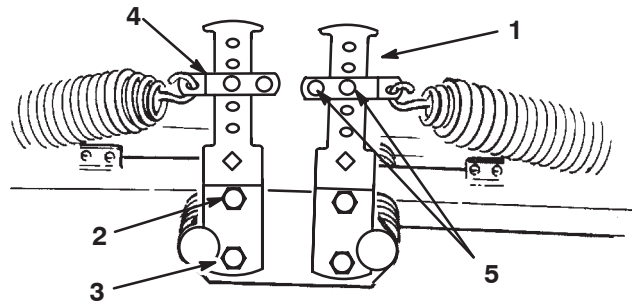

Figure 11
2. Accrochez l'autre extrémité du ressort au trou approprié (voir ci-dessous) des bras d'équilibrage avant et arrière (Fig. 11 & 12) avec la jumelle, l'axe de chape et la goupille fendue.
4. Fixez le bas du bras d'équilibrage au bâti à l'aide de la vis et de l'écrou retirés précédemment. Serrez la vis supérieure (Fig. 11).